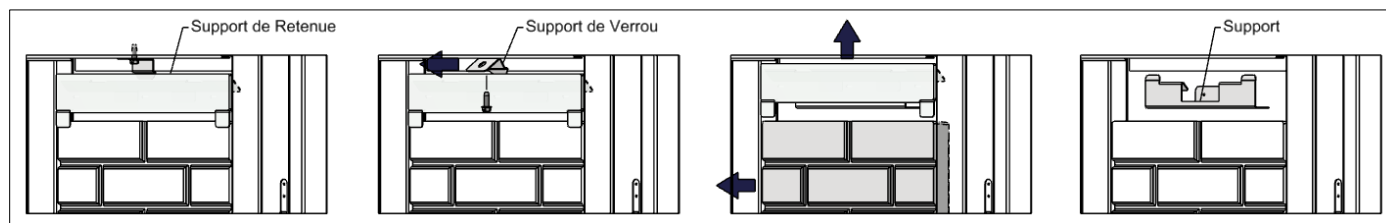

Figure 7-5 : Retrait du support de retenue du panneau
- Retirer le support de verrou gauche/droit en dévissant le boulon hexagonal de 3/8 correspondant, comme illustré à la Figure 7-5.
- Soulever le support de retenue du panneau gauche/droit, comme illustré à la Figure 7-5.
- Réinstaller le support de retenue du panneau en le glissant sur le support, comme illustré à la Figure 7-5.